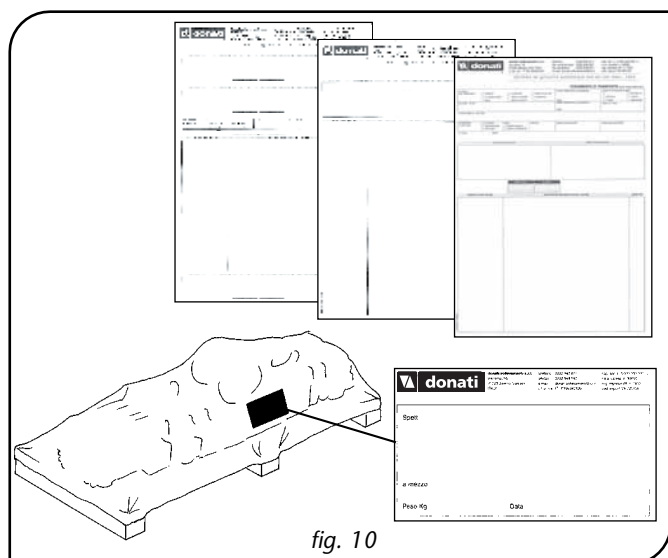

fig. 10
- I dati di spedizione (indirizzo del destinatario, n° di colli, n° d'ordine, ecc.) corrispondano a quanto contenuto nelle documentazioni di accompagnamento (documento di trasporto e o eventuale packing-list) (fig. 10).